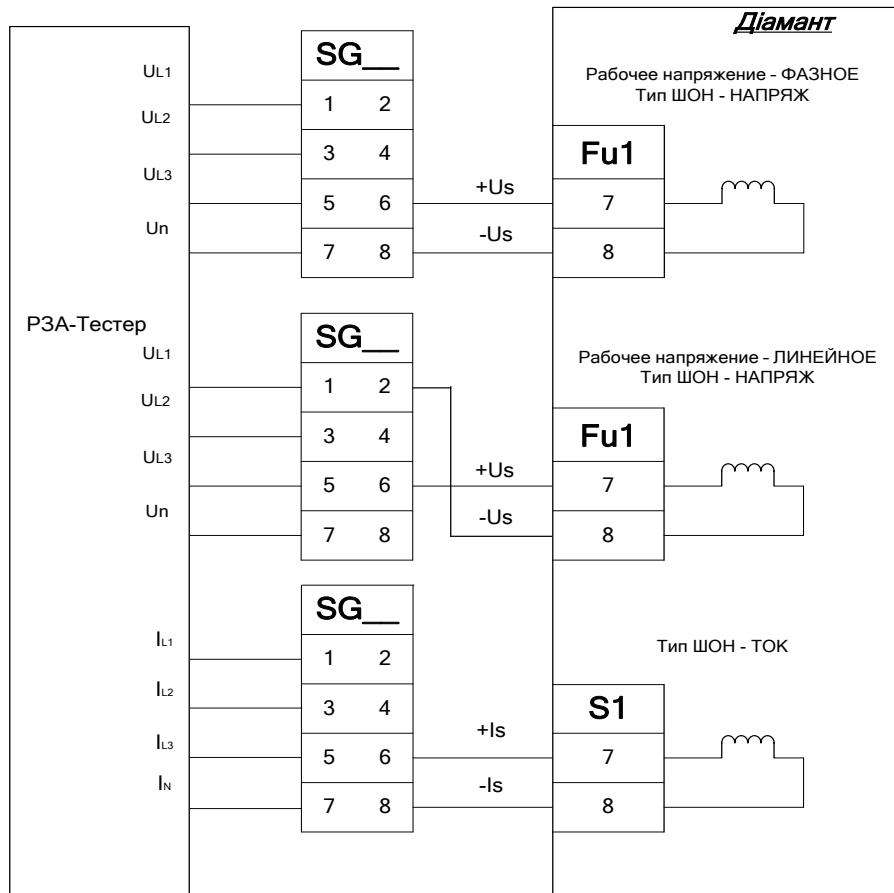

Рис. 7.13 – Подключение аналоговых входов Us и Is к Діамант
- для АПВ с контролями (в зависимости от значения уставок «РАБОЧЕЕ НАПРЯЖЕНИЕ» и «ТИП ШОН») в соответствии с Рис.7.13 и провести калибровку ШОН;